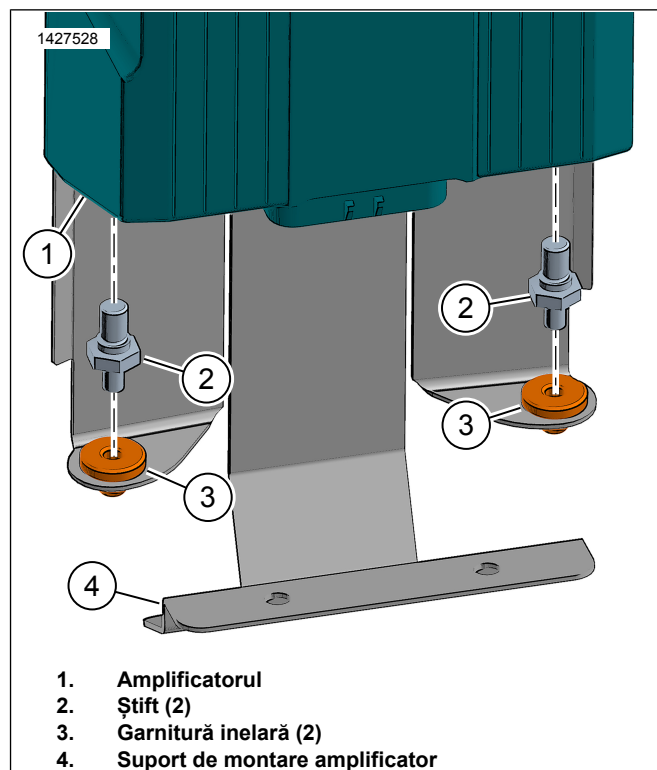

Figura 5. Știft amplificator
4. A se vedea figura 5. Montați garnitura inelară (3) în suportul de montare amplificator (4).
5. Montați știftul (2) în amplificator (1). Strângeți.